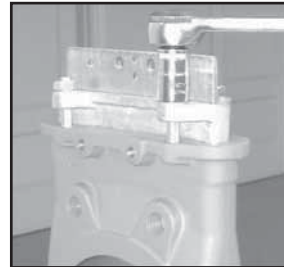
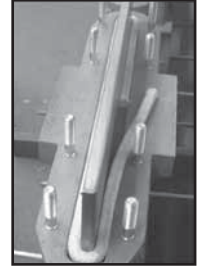
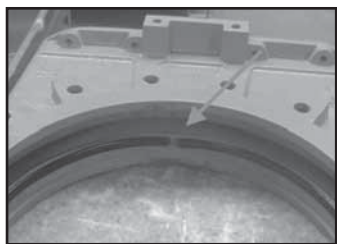

Рис. 3
Рис. 4
Рис. 5
5. Отвинтите гайки крышки сальника (5) и снимите ее (Рис. 3).
6. Удалите старые уплотнения (4) и почистите камеру сальника.
7. Вставьте новые уплотнения (4), убедитесь, что стыки соприкасающихся уплотнений находятся в противоположных друг от друга сторонах (первый стык — с одной стороны ножа, второй — с другой) (Рис. 4).
8. После установки колец уплотнения (4) переходите к установке крышки сальника (5).
9. Установите бугель (8) (с устройством управления) и привинтите его к корпусу (1).
4. Отвинтите болты бугеля (8) и снимите его без демонтажа устройства управления.
5. Отвинтите гайки крышки сальника (5) и снимите ее (Рис. 3)
6. Удалите старые уплотнения (4), нож (2), седловое уплотнение (3), а также почистите камеру сальника и паз под уплотнения.
7. Вставьте новое седловое уплотнение (3) и очищенный нож (2).
10. Вставьте новые сальниковые уплотнения (4), убедитесь, что стыки соприкасающихся уплотнений находятся в противоположных друг от друга сторонах (первый стык — с одной стороны ножа, второй — с другой) (Рис. 4).
11. После установки колец уплотнения (4) переходите к установке крышки сальника (5).
12. Установите бугель (8) (с устройством управления) и привинтите его к корпусу (1).
4. Открутите болты бугеля (8) и снимите его (без демонтажа устройства управления).
5. Открутите гайки у крышки сальника (5) и снимите ее (Рис. 3).
6. Удалите старые уплотнения (4) и нож (2) и почистите камеру сальник.
7. Удалите фиксирующее кольцо (10), которое прижимает седловое уплотнение (3).
8. Удалите поврежденное седловое уплотнение (3) и почистите его паз в корпусе.
9. При условии, что новое уплотнение изготовлено под размер, поместите его в паз в корпусе (убедитесь, что стыки уплотнения сверху) (Рис. 5 и 6).
- Если у затвора седловое уплотнение PTFE (3), смотрите инструкции далее.
11. Установите нож (2).
12. После установки уплотнений (4) убедитесь в том, что крышка сальника (5) хорошо закреплена (Рис. 3), следуя указаниям пункта «Замена уплотнения по корпусу для затворов типа EX».